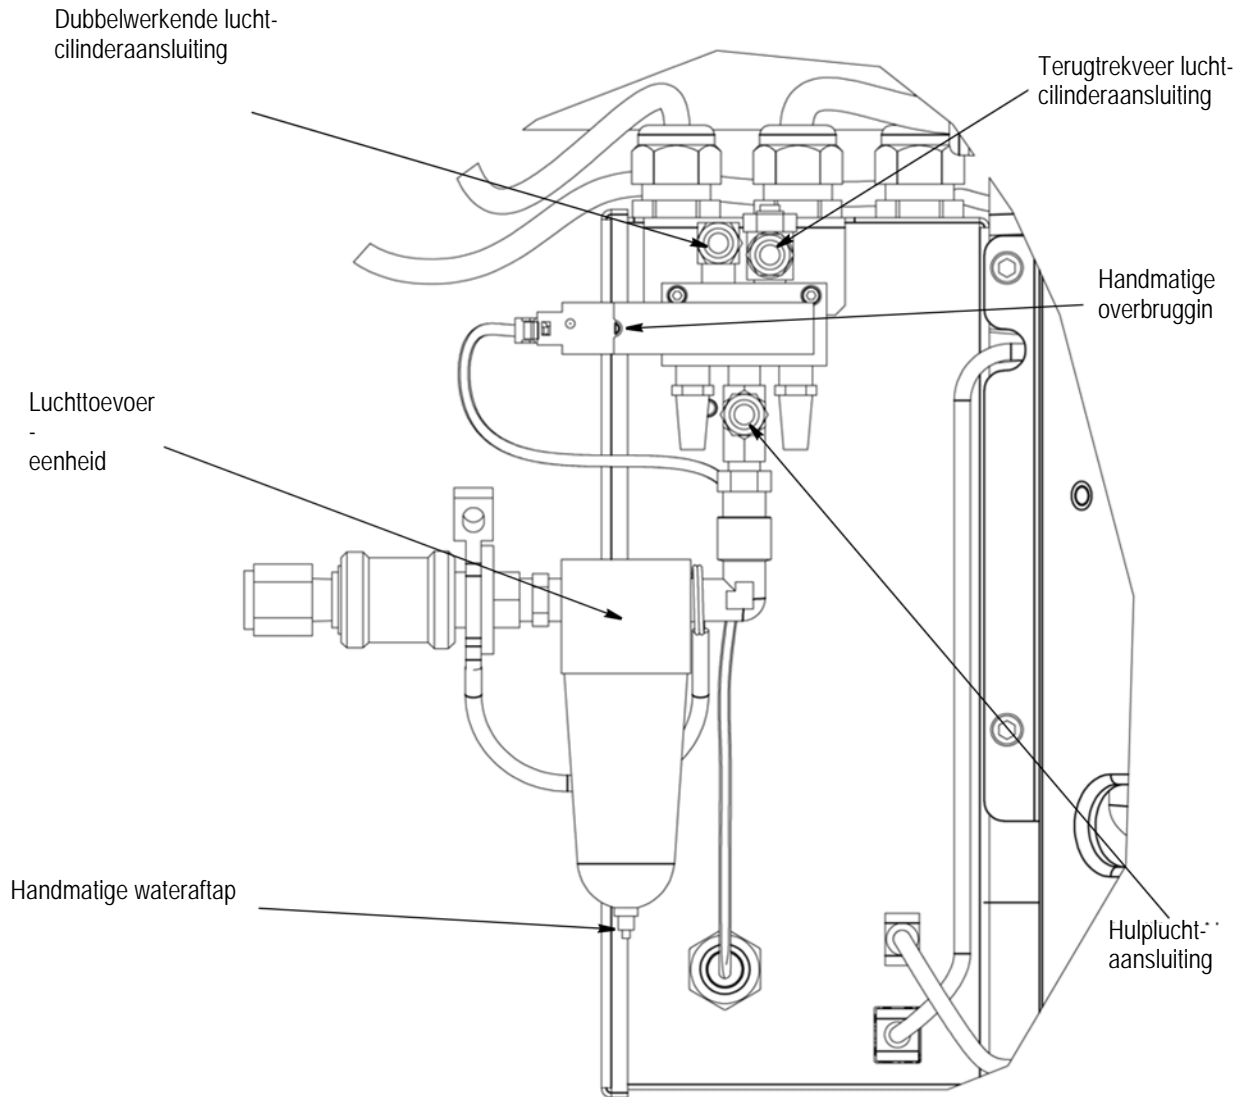

Figure 15
Volg stap 2 "Installatieprocedure voor klantengebruik" op luchttoevoersetprint 2161209, meegeleverd bij luchttoevoerset 2161209-1 (Figure 15).
5. Breng de wartelmoer (item 25) en de borgmoer (item 26) in het gat aan, met de borgmoer aan de binnenzijde van de elektrische regelkast.
6. Bevestig de luchttoevoerleiding (item 21) op de luchtklep (item 13) en leid vervolgens de luchttoevoerleiding - zoals aangegeven - door de wartelmoer.
7. Steek het kleine uiteinde van item 21 in aansluiting "J17" op printplaat in het getoonde gebied.
10. Voor metrische luchtleidingaansluitingen verwijdert u item 1. Voor Engelse luchtleidingaansluitingen blijft item 1 gehandhaafd.
- a. Breng de optionele voetklem (item 11) op de voetplaat aan.
12. Breng de luchttoevoerapplicator op de voetplaat aan en sluit de toepasselijke poorten aan (zie Afbeelding 15).
16. Voor het vergrendelen van de lucht in de uit-positie, schakelt u de lucht uit en zet u de klemvergrendeling in de positie getoond in Afbeelding 15. Zet de vergrendeling met een slot vast (door de klant te leveren).